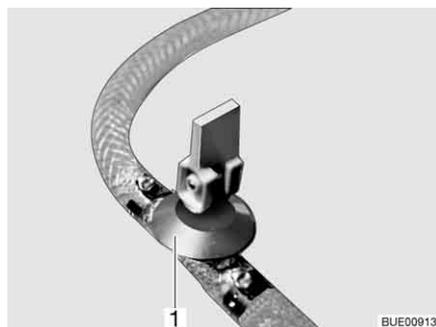
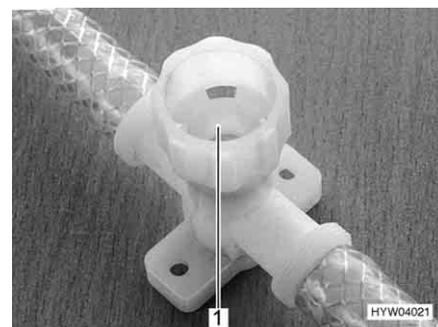

Fig. 207 Rubinetto di scarico (con leva a bilanciere)
Fig. 208 Rubinetto di scarico (con tappo a vite)
- Chiudere tutti i rubinetti di scarico. Mettere la leva a bilanciere del rubinetto di scarico (Fig. 207, 1) orizzontale o chiudere il coperchio del rubinetto di scarico (Fig. 208, 1) in senso orario.